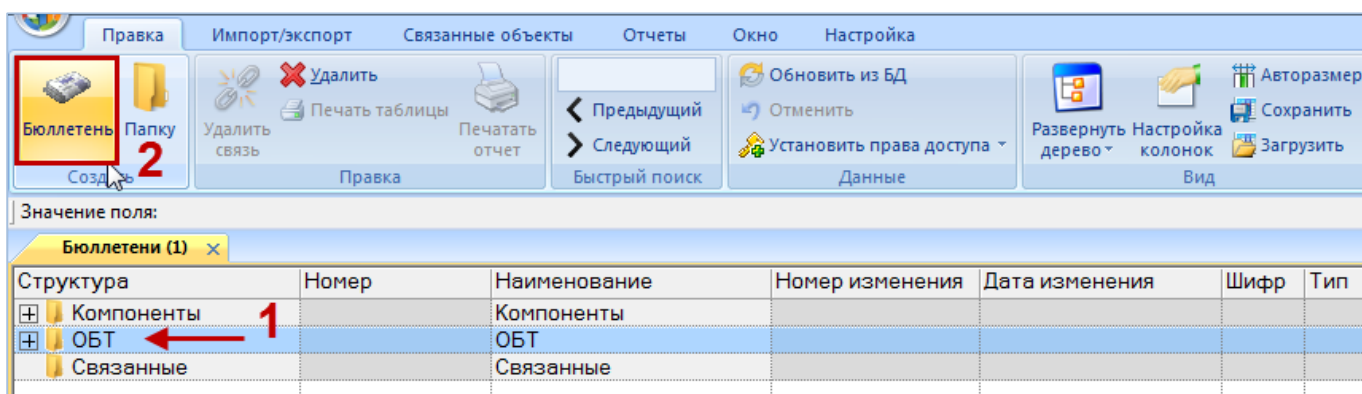

Рис. 14-2 – Создание бюллетеня
- 2) Выбрать папку или любой из размещенных в ней бюллетеней (1 на рис. 14-2).
- 4) Нажать кнопку «Бюллетень» панели «Создать» (2 на рис. 14-2).